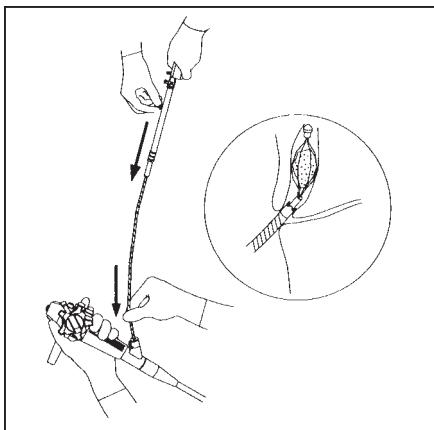

Рис. 3.10.
- 3.** Плавными движениями введите спиральную (проволочную) оболочку, медленно перемещая ручку спиральной (проволочной) оболочки, как показано на рис. 3.10.
Показанная на рис. 3.10 манипуляция требует координации действий оператора и ассистента. Необходима отработка данной манипуляции перед её действительным выполнением во время процедуры на пациенте.